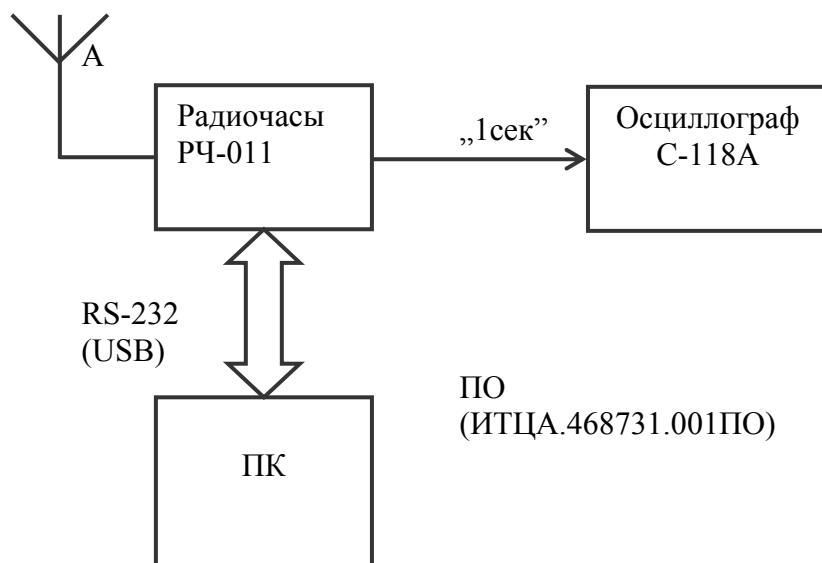

Рис.8.3
8.5.5.1 Собрать измерительную установку согласно рис.8.3. Соединить выход „1сек” радиочасов с измерительным входом осциллографа С-118А с помощью кабеля ИТЦА.685671.005. Подключить к радиочасам антенну ИТЦА.464658.002.